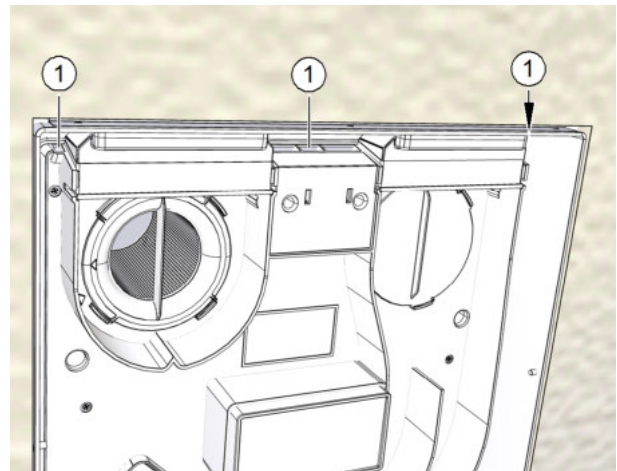

Abb. 17: Deckeldrehpunkte
- ▶ Setzen Sie die Nasen des Deckels in die Öffnungen (Pos. 1 in Abb. 17) an der Oberseite des Lüftungsgeräts ein.